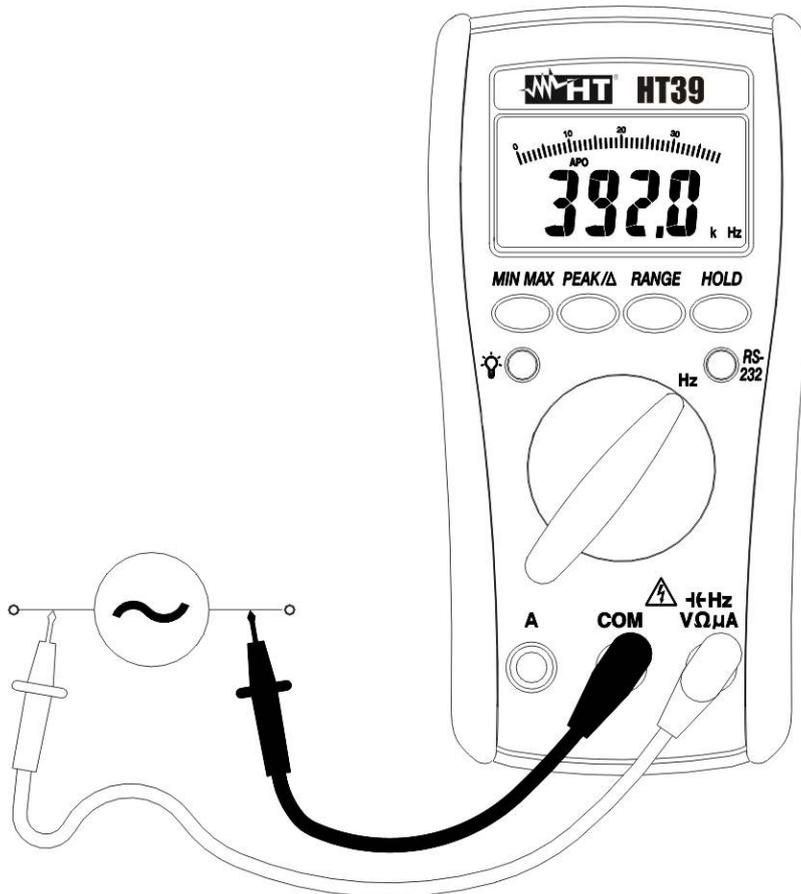

Abb. 5: Frequenzmessung
2. Verbinden Sie die Messleitungen wie folgt, die rote in die  $\rightarrow$  **HzVΩμA** Buchse und die schwarze in die **COM** Buchse (Abb. 5).